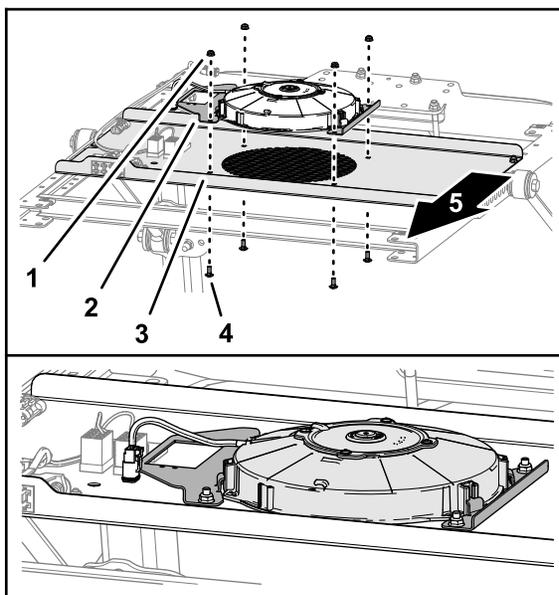

図 4
4. 図 4に示すように、ファン取り付けブラケットの穴をスイッチパネルの穴に合わせる。
5. スwitchパネルにファンとブラケットを組み付ける 図 4キャリッジボルト $\frac{1}{4}$ " x $\frac{5}{8}$ " 4 本とフランジロックナット $\frac{1}{4}$ " 4 個を使用する。